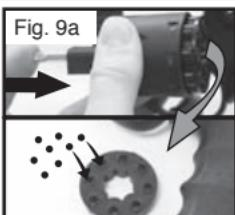

Fig. 9a
- Remove the rotary magazine (Fig. 9a).
- Push the extractor rod and remove the rotary magazine (Fig. 9a).